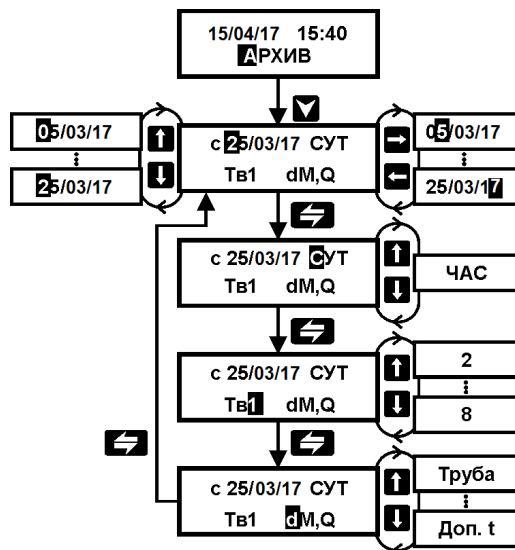

Рисунок 19 – Последовательность действий по просмотру архивной информации
1. Установить кнопками  или  пункт меню 1-ого уровня АРХИВ (рисунок 19);